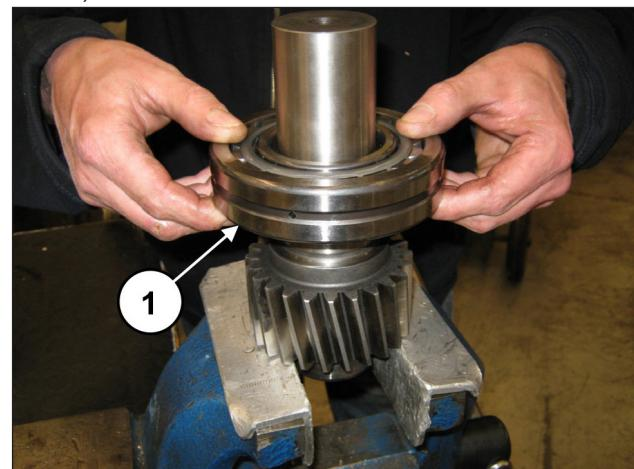
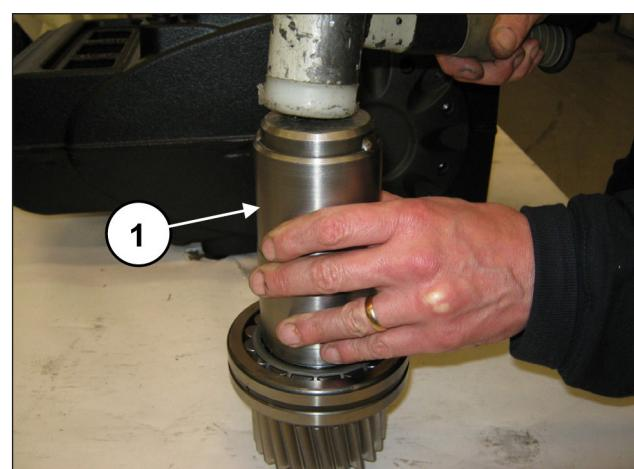

Рис. 83
Рис. 84
С другой стороны шестерни предварительно установите подшипник 55x120x29 (поз. ①, Рис. 83), вставив его до упора с помощью инструмента, арт. 27604800 (поз. ①, Рис. 84).